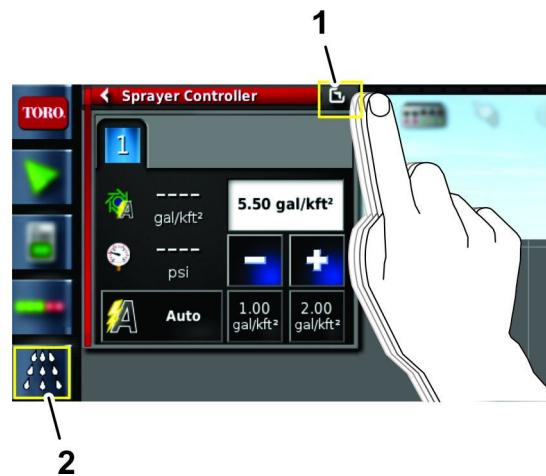

Figura 45
5. Pulse el ícono del controlador de caudal de fumigación y, a continuación, deslice el ícono de pantalla completa en la esquina superior derecha de la ventana del controlador del fumigador (Figura 45).